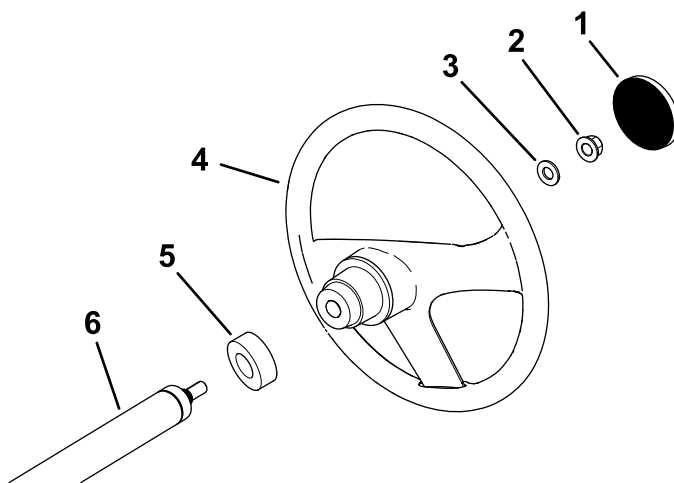

Figura 3
1. Si la tapa está instalada, retírela del centro del volante (Figura 3).
2. Retire la contratuerca (1/2") de la columna de dirección (Figura 3).
3. Coloque el volante, el protector de polvo y la arandela (1/2") sobre la columna de dirección (Figura 3).
5. Instale la tapa en el volante (Figura 3).